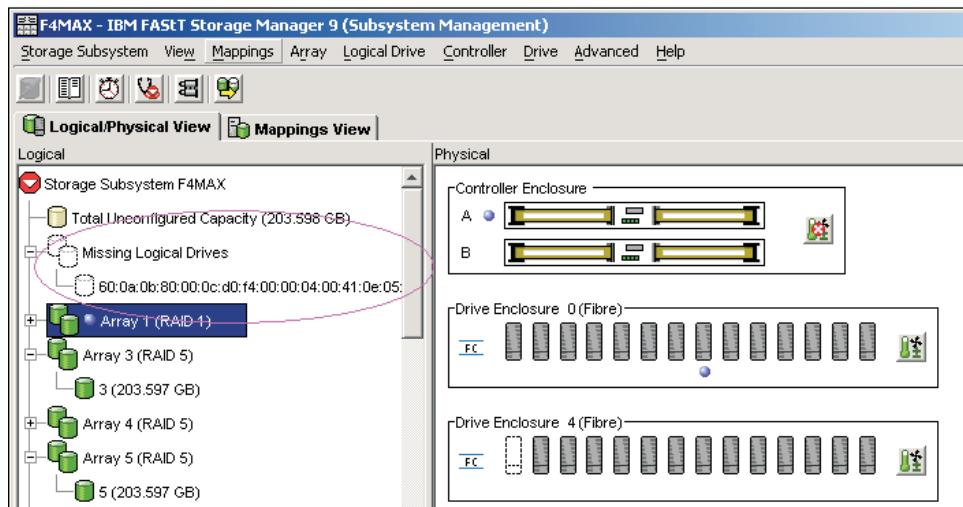

图 24. 缺失逻辑驱动器的 *Subsystem Management Logical/Physical* 视图（控制器固件版本低于 7.xx.xx.xx）
- 如果控制器固件低于 7.xx.xx.xx，请等待 DS Storage Manager 在 Storage Subsystem Management 窗口中将阵列/逻辑驱动器标记为缺失。请参阅第 64 页的图 24。